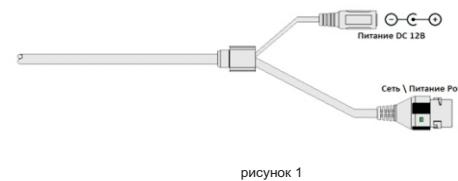

рисунок 1
- без аудиоразъема (рисунок 1),